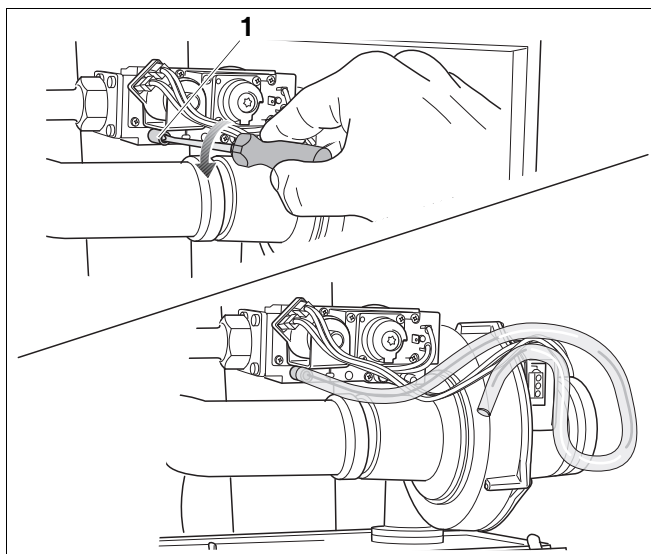

Bild 76 Lufta gasframledningen
- Lossa låsskruven vid kontrollnippeln för gasanslutningstryck och avluftning (bild 76, pos. 1) med 2 varv och sätt fast slangen.